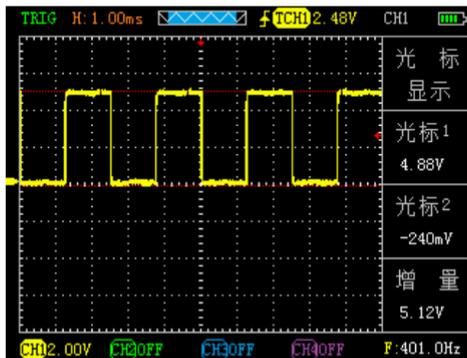
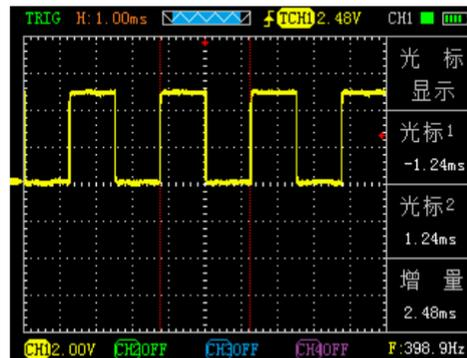

图 3-2
图 3-3
- ③ 再次按下“时基”键即可通过光标显示窗口看到光标 1 和光标 2 所在位置（相对于中间零电压参考水平线）以及增量（光标 2-光标 1 后的压差）。
- ④ 通过“”、“”按键来调整光标 2 的位置，“”、“”按键来调整光标 1 的位置；且他们的位置变化及增量会在“光标显示”窗口实时更新显示。如图 3-2、图 3-3